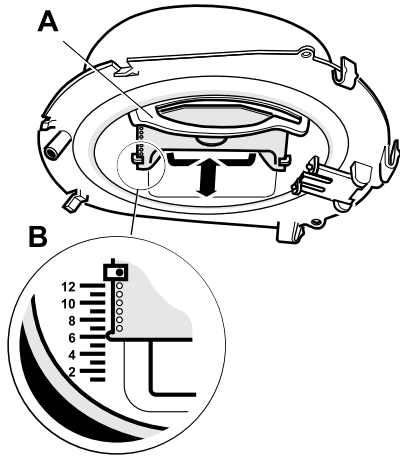
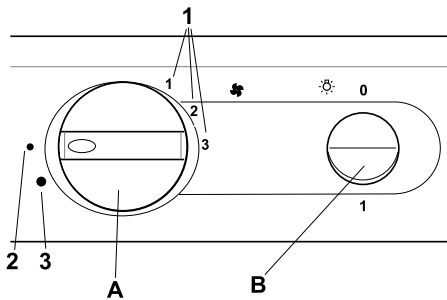

Fig. 7
Fig. 9
Du kan justere min. og normal viftehastighet ved hjelp av interne potensiometere som sitter i lampehuset til høyre. Løsne lampeglasset, **fig. 9**. Potensiometerne justeres med skrutrekker iht. **fig. 7**. H1 regulerer luftmengden ved grunnventilasjon og hastighet 1. H2 regulerer luftmengden for hastighet 2.
Grunnventilasjonen innstilles ved at dempespjeldet A plasseres i ønsket stilling i henhold til markering B Fig. 7. (Se diagram, side 30.)
A. Vrider for ventilatormotor/ spjeld.Fig. 9